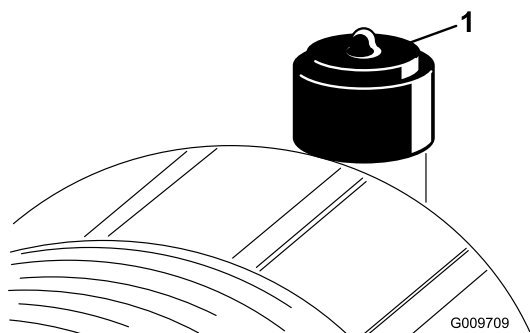

Figura 53
Effettuate la manutenzione del filtro dell'aria quando l'indicatore (Figura 53) lo richiede. Sostituendo il filtro dell'aria prima del necessario si aumenta il rischio che la morchia penetri nel motore quando si toglie il filtro.
6. Se la spia (Figura 53) è rossa, resettatela.